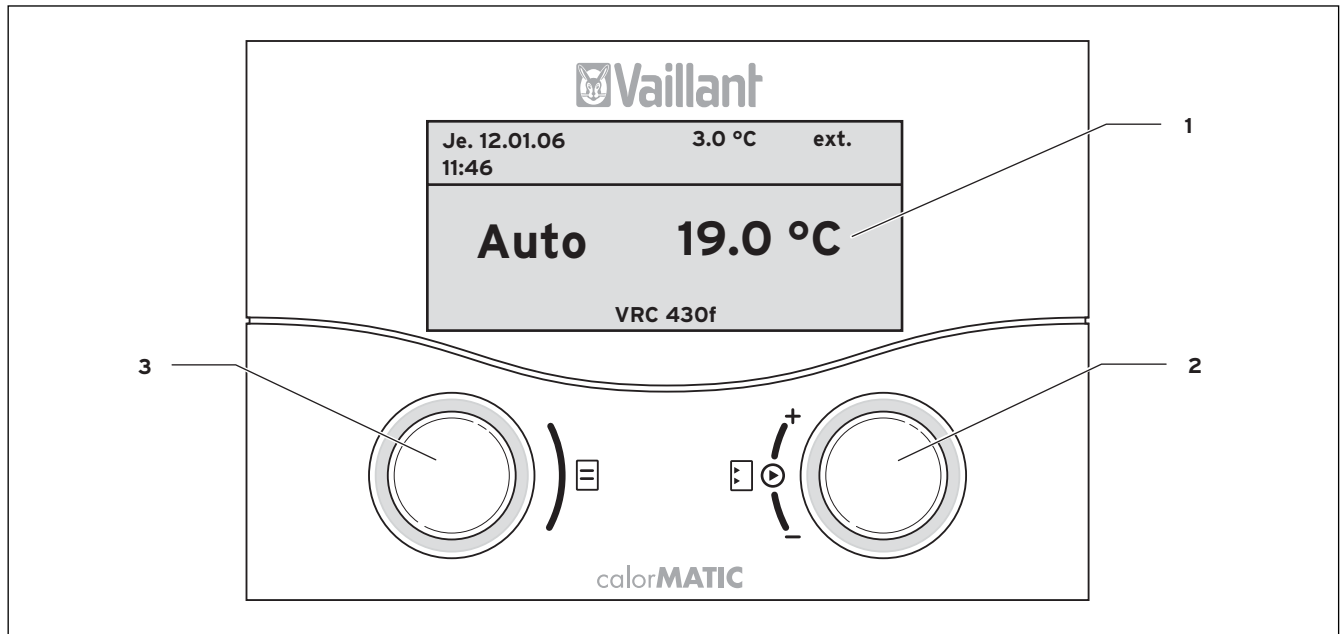

Fig. 4.1 Aperçu zone d'utilisation et zone d'affichage
- de l'affichage de base simplifié (fig. 4.1)
Les deux dispositifs de réglage (fig. 4.1 rep. **2** et **3**) fonctionnent selon le principe Vaillant « Tourner et cliquer ». En les tournant (avant et arrière), les dispositifs de réglage passent d'une position à une autre. Le fait de tourner les dispositifs de réglage vous permet également de changer de position en avant ou en arrière dans l'écran.